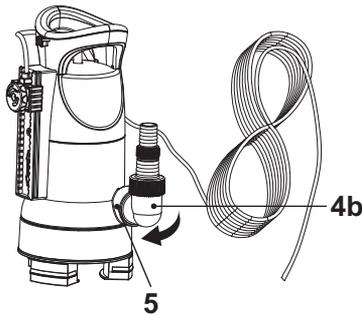

Fig. 1
- Visser l'adaptateur (4b) dans le sens horaire sur la buse de sortie (5) du produit (Fig. 1). Serrer manuellement jusqu'à ce que le joint épouse parfaitement la surface.